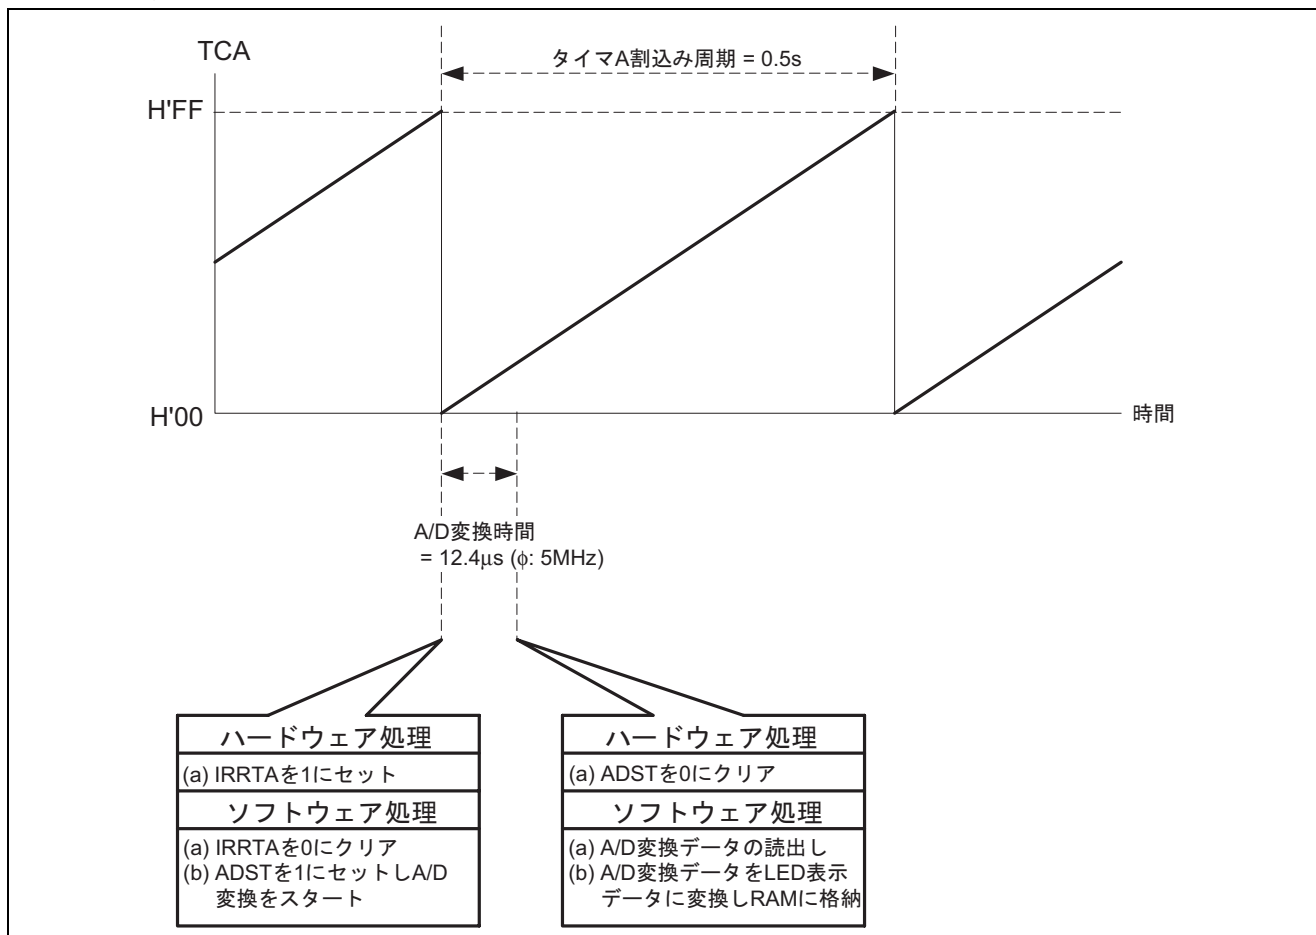

図 6 タイマ A を使用した AN0 端子の A/D 変換の動作原理
(4) 図 6 にタイマ A を使用した, AN0 端子の A/D 変換を行う際の動作原理を示します。図 6 に示すように, 本タスク例では, A/D 変換割込みを使用せずに tmra 割込み処理ルーチンの中で, A/D 変換終了判定を行っています